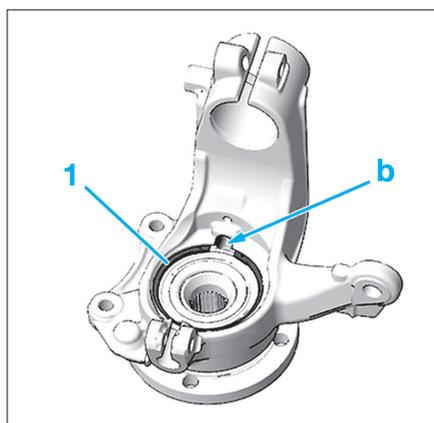

Fig. 40
- Reposer le circlips neuf (1) de maintien du roulement dans son logement (Fig.40).